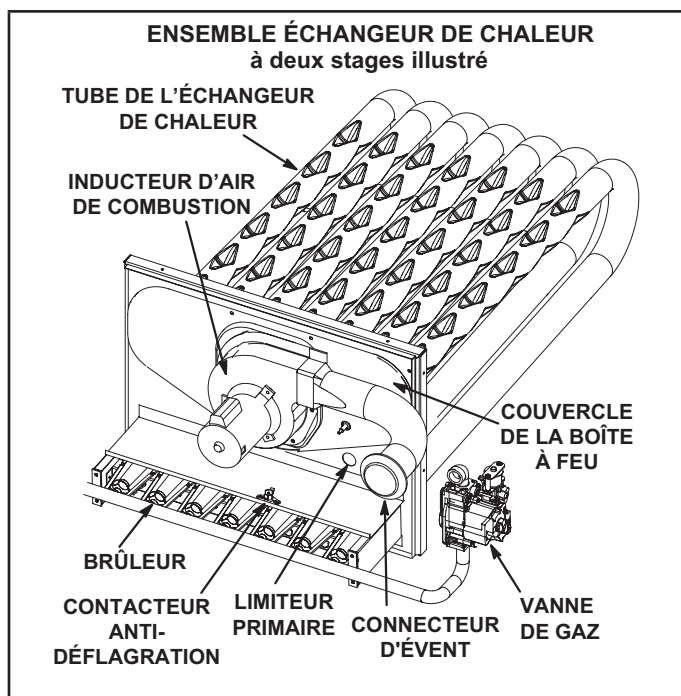

FIGURE 37
- 4 - Retirer et conserver les vis fixant l'inducteur d'air de combustion sur la boîte à feu. Retirer le connecteur d'évent. Voir FIGURE 37.